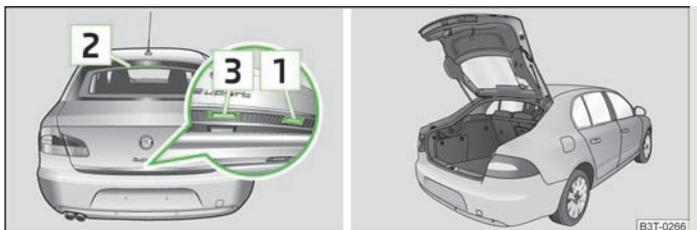

Fig. 19 Maniglia del portellone bagagliaio / portellone bagagliaio grande aperto
Una volta bloccato il veicolo, sarà possibile aprire il portellone bagagliaio » fig. 19 grande.
- Premere la maniglia del portellone  posta sul lato inferiore del portellone bagagliaio » fig. 19.